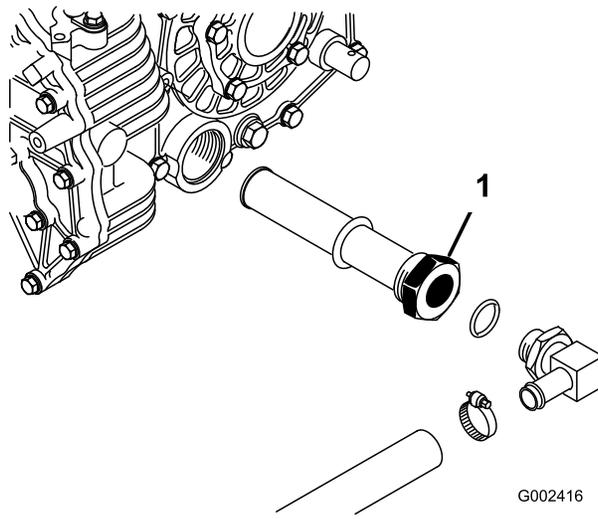

図 70
5. タンク側面のストレーナについている油圧ホースと90°フィッティングの向きを確認記憶する **図 70**。